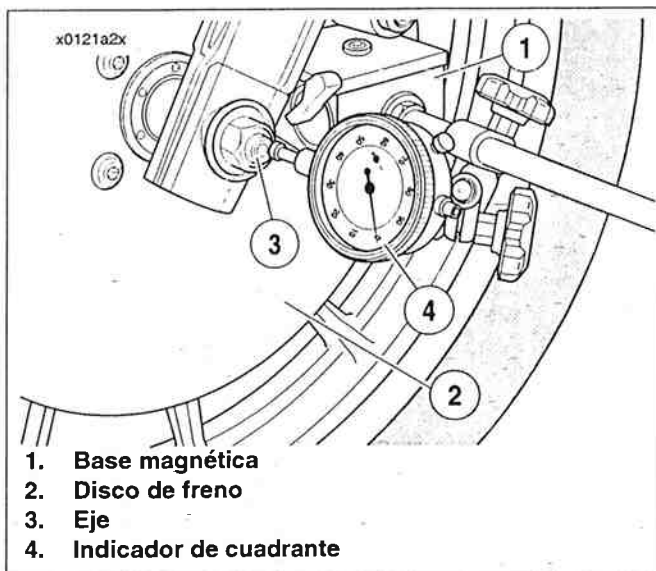

Figura 2-8. Revisar el juego axial del cojinete de la rueda
8. Vea la Figura 2-8. Revise el juego axial del cojinete de la rueda.